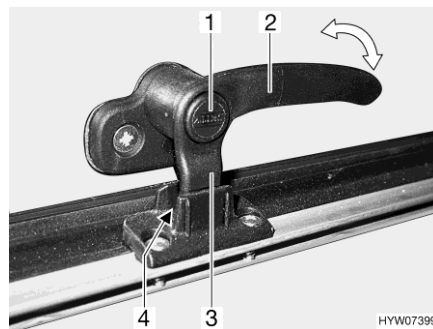
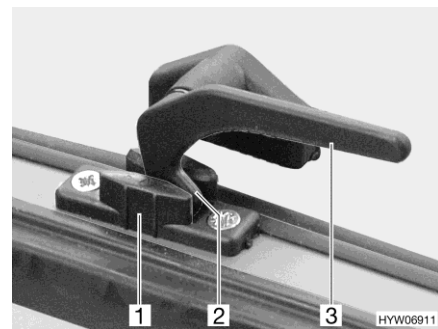

Fig. 116 Palanca de bloqueo con botón de seguridad en la posición de "ventilación continua"
Fig. 117 Palanca de bloqueo en la posición de "ventilación continua"
- En la posición "ventilación continua" (Fig. 116 y Fig. 117)
- Si existe, pulsar el botón de seguridad (Fig. 116,1) y mantenerlo pulsado.
- Girar la palanca de bloqueo (Fig. 116,2 ó Fig. 117,3) un cuarto de vuelta hacia la mitad de la ventana.
- Girar de nuevo hacia atrás la palanca de bloqueo. El saliente de bloqueo (Fig. 116,3 ó Fig. 117,2) de la palanca de bloqueo se ha de introducir para ello en el rebaje del bloqueo de la ventana (Fig. 116,4 ó Fig. 117,1).
- Si existe, soltar el botón de seguridad (Fig. 116,1).